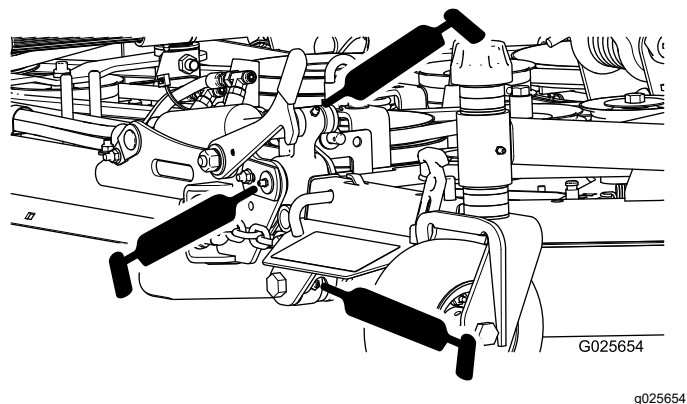

Рисунок 20
- Шарнирные навески боковых дек (10 мест) (Рисунок 20)